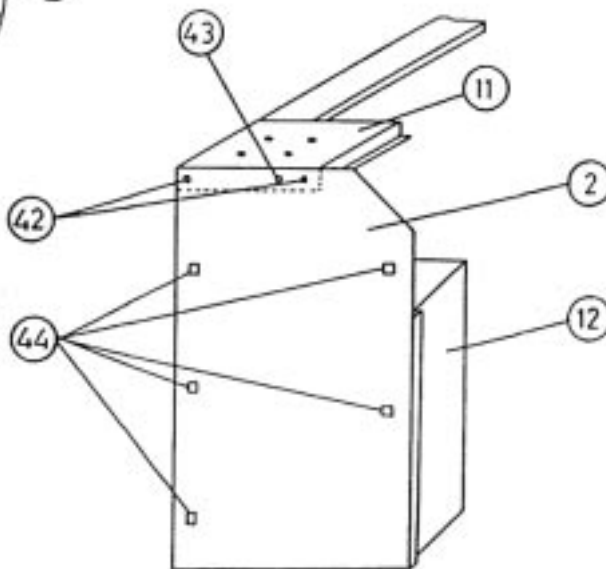

Figure 17
- 5) Démontez les deux boulons de fixation de la plaque de poulies (42) . Laissez en place le boulon (43) . Figure 17